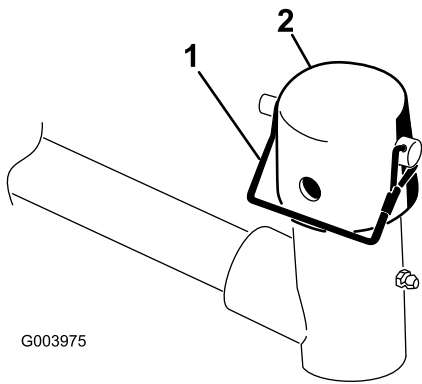

Bild 6
8. Nehmen Sie den Einraststift und die Kappe vom Gelenkjoch des Hubarms ab (Bild 6).